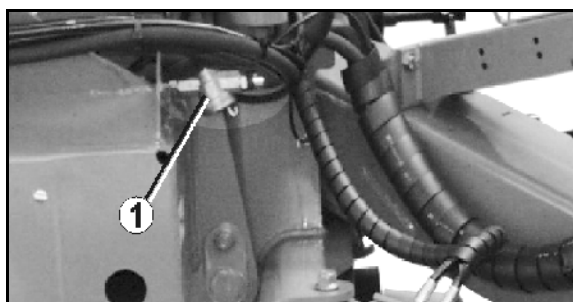

Fig. 91
1. Trykk sammen filterhuset (Fig. 91/1) ved de to flikene.
4. Trykk sammen filterhuset (Fig. 91/1) ved de to flikene.